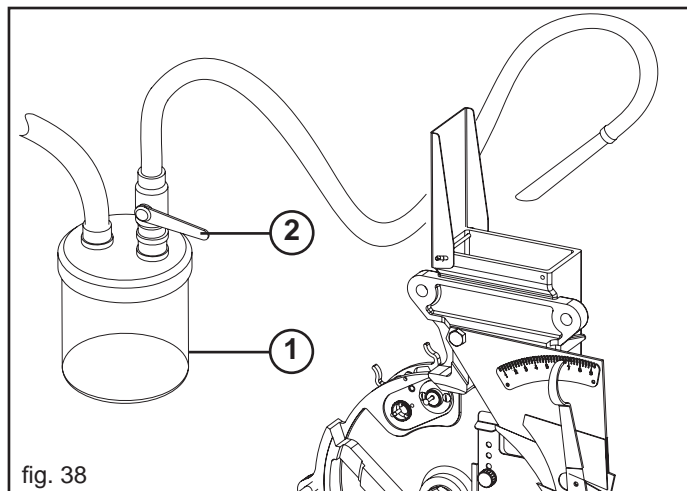

fig. 38
L'aspiratore seme (Fig. 38), fornito di serie con la macchina, serve per il recupero dei semi rimasti inutilizzati a fine semina nei serbatoi di ogni seminatore.
Aprire la valvola (2, Fig. 38) a valle del contenitore di recupero (1), ed introdurre l'estremità del tubo nei serbatoi del seme. A trattore fermo con inserito il freno di stazionamento, azionare la P.d.P. per aspirare le sementi.